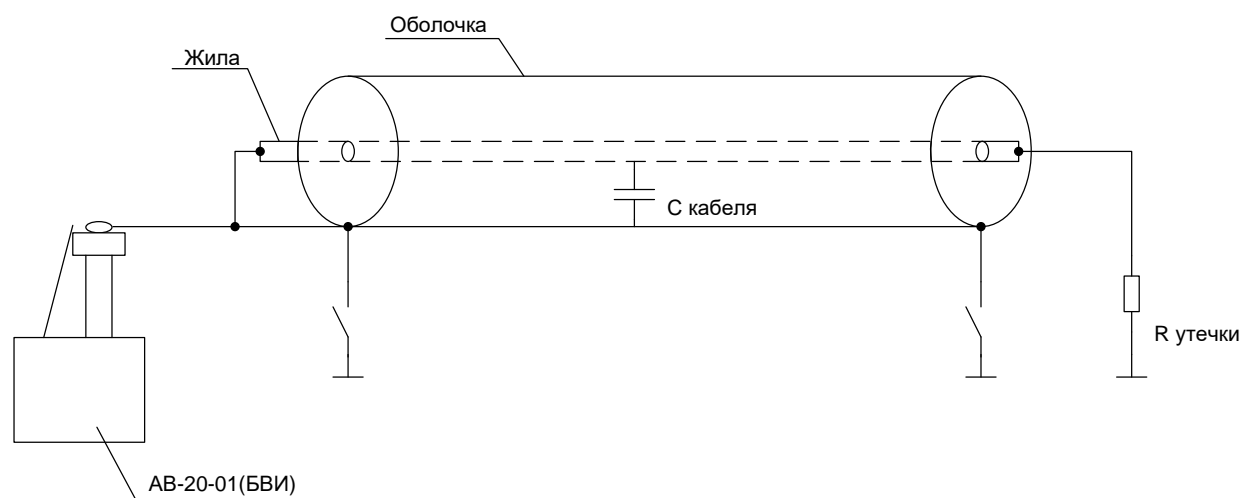

Рис.7
В этом режиме прибор АВ-20-01 позволяет проводить испытание оболочки кабеля из сшитого полиэтилена и понижение сопротивления этого места, при необходимости. Для проведения испытания оболочки кабеля из сшитого полиэтилена, необходимо отключить оболочку кабеля от контура заземления с обеих сторон кабеля. Жилу испытываемого кабеля, необходимо соединить с оболочкой этого кабеля (см. рис.7) Если этого не сделать, емкость кабеля между жилой и оболочкой, может зарядиться до значительной величины.
7.3.1.Выполнить п.7.1.1.-7.1.5. Подключить объект испытаний в соответствии с рис. 7.